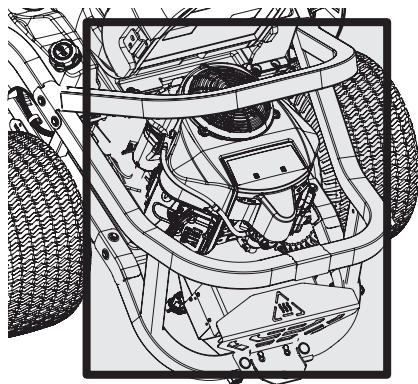

Figure 36
- Nettoyez autour des fusibles, les deux côtés des ailettes de refroidissement des transmissions, le collecteur d'échappement, le câblage électrique et les faisceaux, le tuyau du silencieux, le pare-chaaleur du silencieux, les grilles d'entrée d'air du moteur et les ailettes de refroidissement, entre autres (Figure 36).